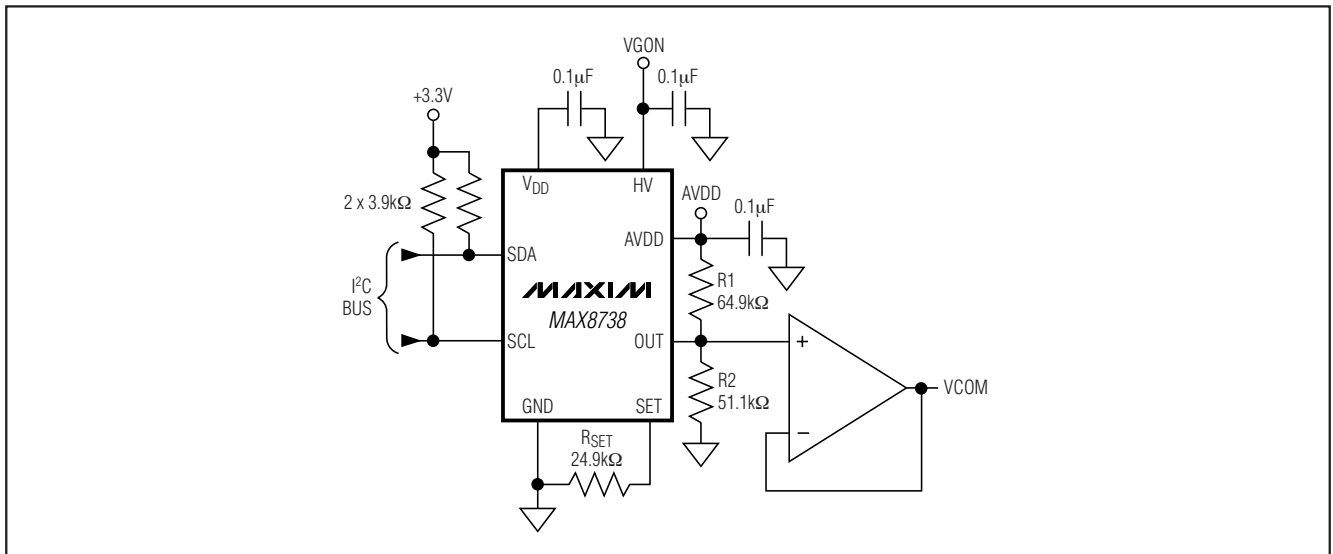
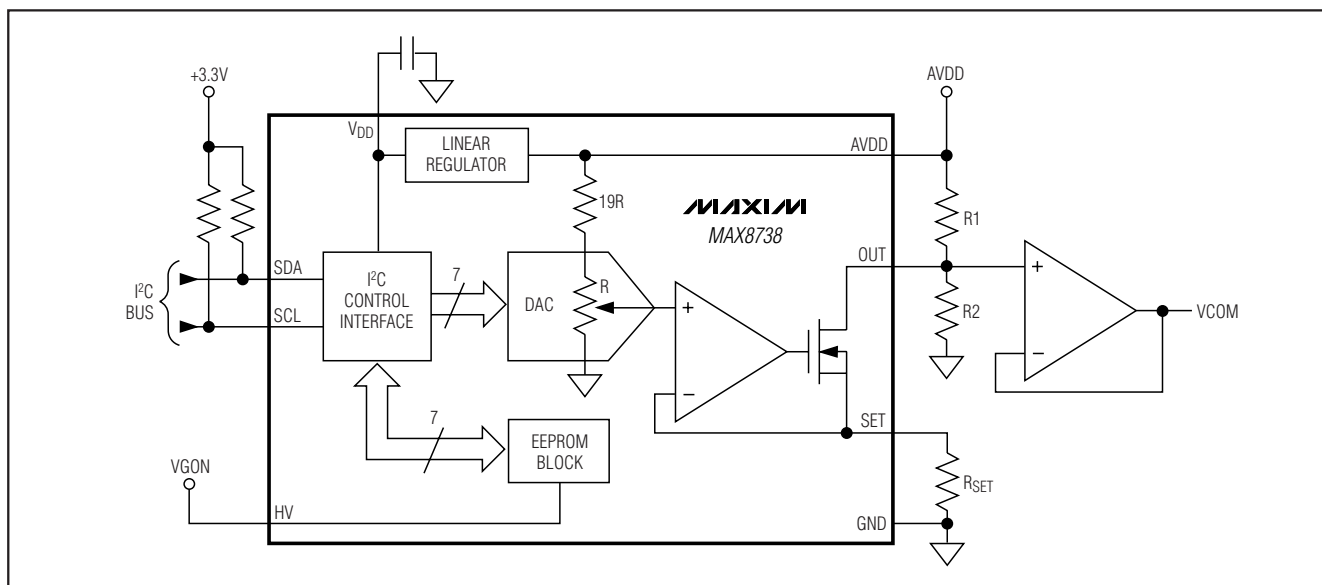

图2. 标准应用电路
图3. 简化功能框图
MAX8738是固态电位器，可以替换机械电位器，用来调节TFT LCD显示器的LCD背板电压（VCOM）。MAX8738连接一个外部电阻分压器，并吸收可编程电流（ I_{OUT} ），用来设置VCOM电压（见图2）。由内部7位DAC控制吸入电流，允许用户提高或降低VCOM电压（见图3）。DAC输出与 V_{AVDD} 成比例，并在整个工作范围内保证单调。用户可将DAC的设定值存储在内部EEPROM中。上电时，EEPROM将DAC预置到上一次的存储值。通过LCD面板与编程电路之间的2线I²C接口调节DAC，并对EEPROM进行编程。
- 1) 将 VCOM 缓冲器和 R1/R2 组成的分压器靠近 OUT 引脚放置（见图2）。